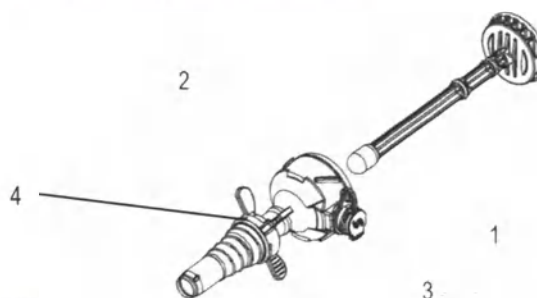
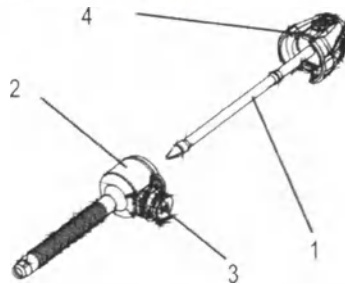

Рис. 6-1 Порт доступа AirSeal с оптическим обтуратором
Рис. 6-3 Порт доступа AirSeal с низкопрофильным оптическим обтуратором
Система оптического обтуратора и канюли AirSeal представляет собой стерильный инструмент, который используется только однократно на одном пациенте и состоит из обтуратора 1 и канюли 2 (см. рис. 6-1, рис. 6-2 и рис. 6-3). Обтуратор может использоваться с визуальным контролем или без него в качестве первичного и вторичного доступа.
2. Обтуратор (1) и канюля (2) (см. рис. 6-1, рис. 6-2 и рис. 6-3) упакованы вместе.